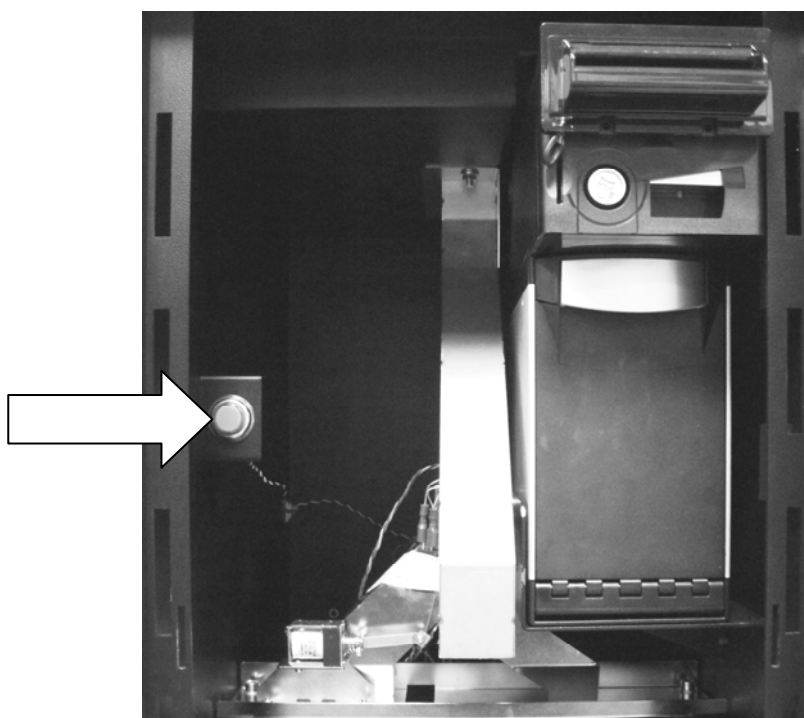

Fig. 8
Per accedere ai menu di configurazione di Nexus Pro è necessario premere l'apposito pulsante (5) collocato all'interno della macchina (fig.8).